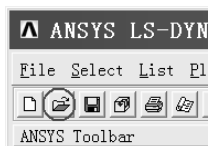

图 4-39 “OPEN ANSYS File”按钮
(2) 单击“14.0: ANSYS Mechanical APDL Product Launcher [Profile:***La...”窗口中“Simulation Environment:”方框后的倒立三角形图标, 选中“ANSYS”。
(3) 单击“14.0: ANSYS Mechanical APDL Product Launcher [Profile:***La...”窗口中“License:”方框后的倒立三角形图标, 选中“ANSYS LS-DYNA”。
(4) 在“14.0: ANSYS Mechanical APDL Product Launcher [Profile:***La...”窗口中的“Working Directory:”方框内找出“D:\Ch4\shell and ball”目录(单击“Browse”按钮查找)。
(5) 在“14.0: ANSYS Mechanical APDL Product Launcher [Profile:***La...”窗口中的“Job Name:”方框内找出“D:\Ch4\shell and ball”目录中的“shell and ball.db”文件。
(6) 单击“14.0: ANSYS Mechanical APDL Product Launcher [Profile:***La...”窗口中的“Run”按钮,弹出 ANSYS LS-DYNA 操作界面。
(7) 单击 ANSYS LS-DYNA 操作界面左上角处的“OPEN ANSYS File”按钮(见图 4-39),打开“D:\Ch4\shell and ball”目录中的“shell and ball.db”文件。打开该文件后图形界面中显示划分单元后的球壳与柱壳。